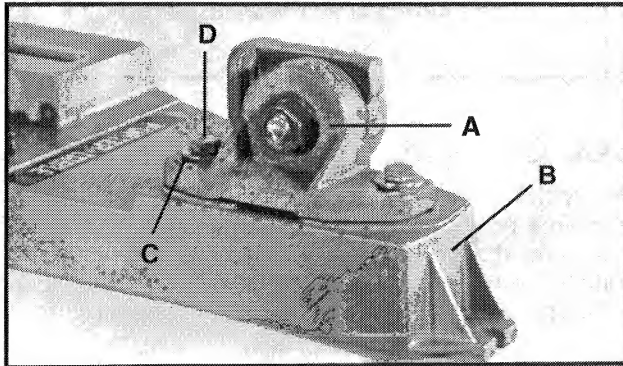

Fig. 2
1. Coloque el conjunto de bisagra (A) sobre la base (B), Fig. 2, de manera que el centro de los agujeros alargados del soporte de montaje del conjunto de bisagra esté sobre el centro de los agujeros alargados de la base.
2. Instale las dos arandelas de $\frac{3}{8}$ " de D.I. x 1" de D.E. (C), Fig. 2, en los dos pernos de $\frac{3}{8}$ "-16 x $1\frac{1}{2}$ " de longitud (D) e introduzca los pernos a través del conjunto de bisagra (A) y la base (B) de la manera que se muestra en la ilustración. Enrosque los pernos en las dos tuercas cuadradas de $\frac{3}{8}$ "-16 que
deben colocarse en las ranuras que están en la parte de debajo de la base (B), bajo los agujeros alargados, y apriete firmemente los pernos (D), Fig. 2.